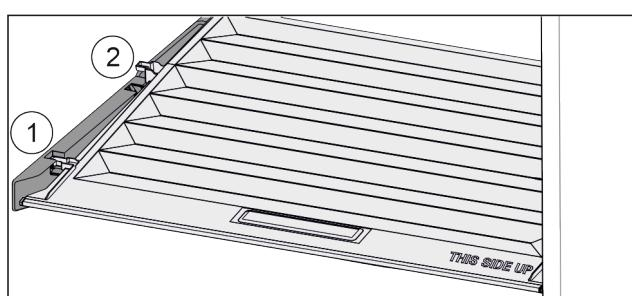

Fig. 116
- Veko potiahnite dopredu až k otvoru v prídržných dieľoch Fig. 116 (1).
- Vzadu ho nadvihnite zospodu a zložte smerom nahor Fig. 116 (2).